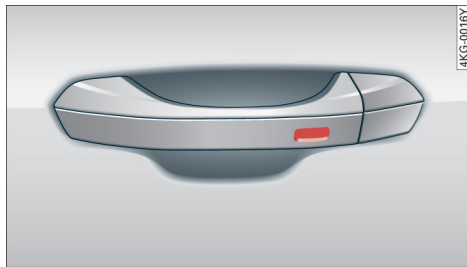

图 29 门把手：上锁感应器\*
- ▶ 要给车辆上锁时，请关闭车门并触摸一次车门把手中的感应器 ⇨ 图 29。此时不要抓住车门把手，否则车门不解锁。在关闭过程结束后，无法紧接着再次打开车门。由此您能够确认车门是否正确锁好。